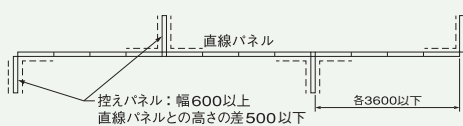

図40 両側控え
- パネルを直線に設置する場合には、転倒を防止するため、図40～図45に示す条件を守ってください。控えパネルは、幅600mm以上でかつ直線パネルとの高さの差が500mm以下のものを採用してください。